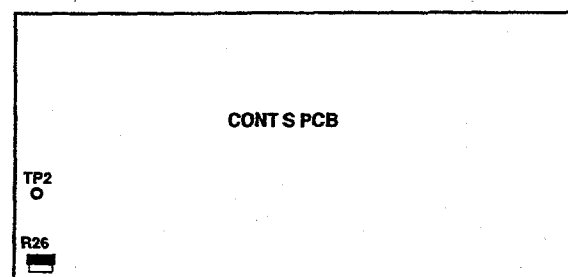

Fig. 2-10
- Connect the DC voltmeter between TP2 (Fig. 2-10) on the CONT S PCB and GND.
- When blank tape MTT-5512 is played back in the REV/PLAY mode, adjust R26 (Fig. 2-10) on the CONT S PCB so that the voltage at TP2 reads 2.5 V.
- CONT S PCB の TP2 (図2-10) と GND 間に DC 電圧計を接続する。
- REV/PLAY モードで、ブランク・テープ MTT-905 を再生したとき、TP2 の電圧が 2.5V になるように CONT S PCB の R26 (図2-10) を調整する。